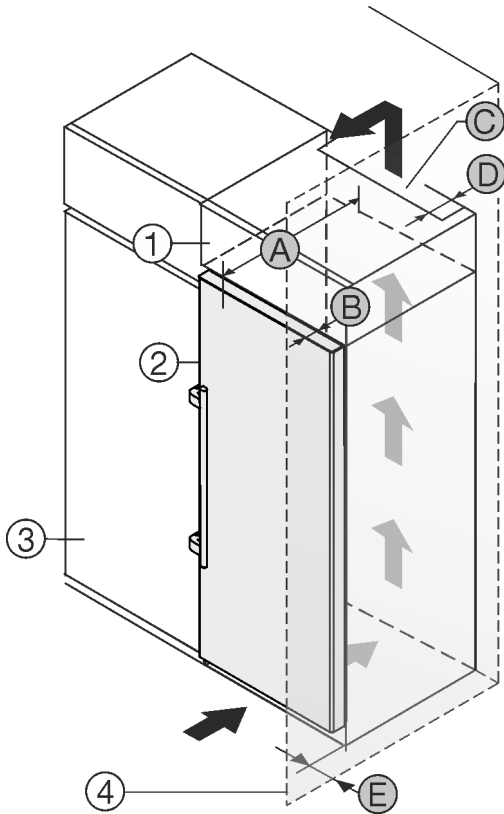

Fig. 2
- (1) Nadgradna omara*
- (2) Naprava*
- (3) Kuhinjska omara*
- (4) Stena*
- (A) Globina naprave*
- (B) Globina vrat*
- (C) Presek prezračevanja*
- (D) Odmik hrbtne strani naprave*
- (E) Odmik do strani naprave*
Aparat lahko postavite neposredno ob kuhinjsko omaro Fig. 2 (3)*.
Na zadnji strani nadgradne omare mora biti zaradi prezračevanja in odzračevanja po vsej širini nadgradne omare prezračevalni jašek globine Fig. 2 (D)*.
Pod stropom je treba upoštevati presek prezračevanja Fig. 2 (C)*.
Če aparat postavite s tečaji ob steni Fig. 2 (4), mora razdalja med aparatom in steno znašati vsaj 57 mm. To ustreza velikosti ročaja pri odprtih vratih.*
Da lahko vrata povsem odprete, mora aparat štrleti ven vsaj za globino vrat Fig. 2 (B) glede na sprednji del kuhinjske omarice. Odvisno od globine kuhinjskih omaric Fig. 2 (3) in uporabe stenskih distančnikov lahko aparat štrli bolj ven.*